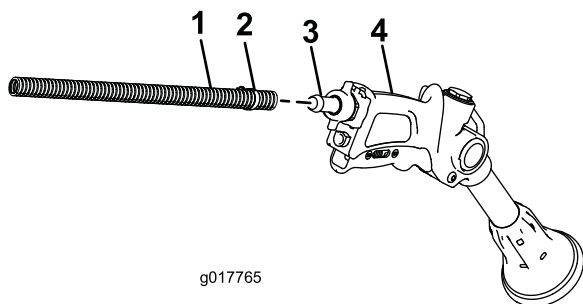

図 14
2. ホース（長）のもう一端をスプレーガンのフィッティングにつなぐ（図 14）。